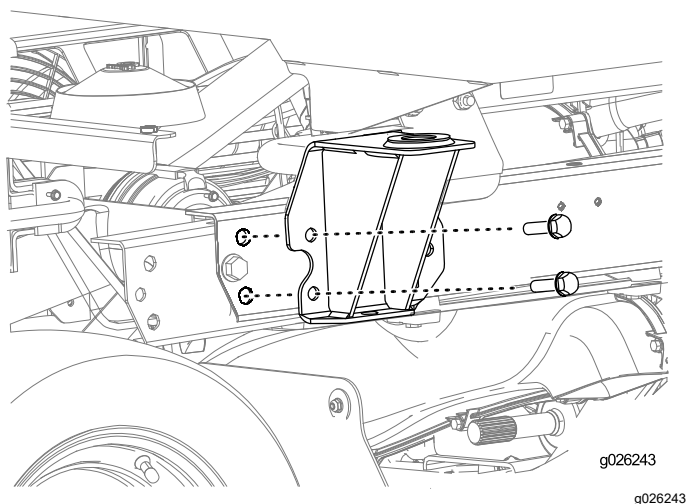

Figura 25
1. Montați suporturile spate pe maină (Figura 25) utilizând elementele de feronerie pe care le-ați scos de la ROPS la pasul Îndepărtarea ansamblului ROPS (Pagină 5).